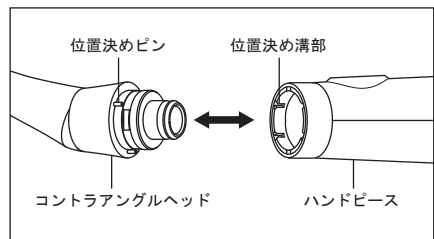

図 2
- 3) コントラアングルヘッドの位置決めピンと、ハンドピースの位置決め溝部を合わせて「カチッ」とロックするまで挿し込みます。コントラアングルヘッドは 6 パターンの角度で取り付けることができます。(図 2)